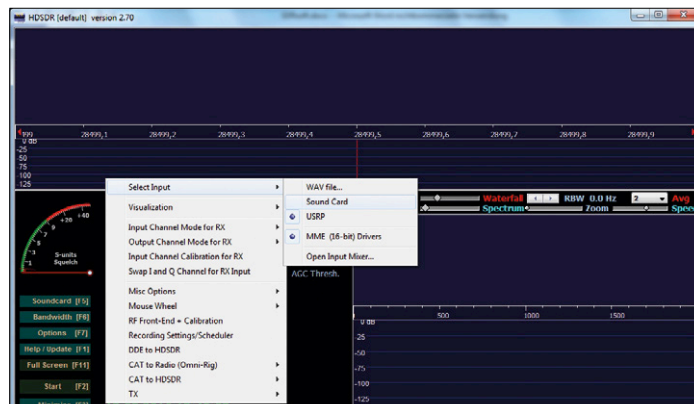

Figure 7. Sélection de la carte son pour le signal d'entrée.
Vient ensuite le choix de l'entrée. Dans le menu d'options (7), on clique sur *Select Input* pour choisir la carte son (**figure 7**). Avec d'autres paramètres, apparaît alors la fenêtre *Playback* que l'on peut fermer sans modification. C'est le moment de passer à la réception avec *Start*. Lors d'un prochain démarrage, il faudra de nouveau choisir l'entrée.